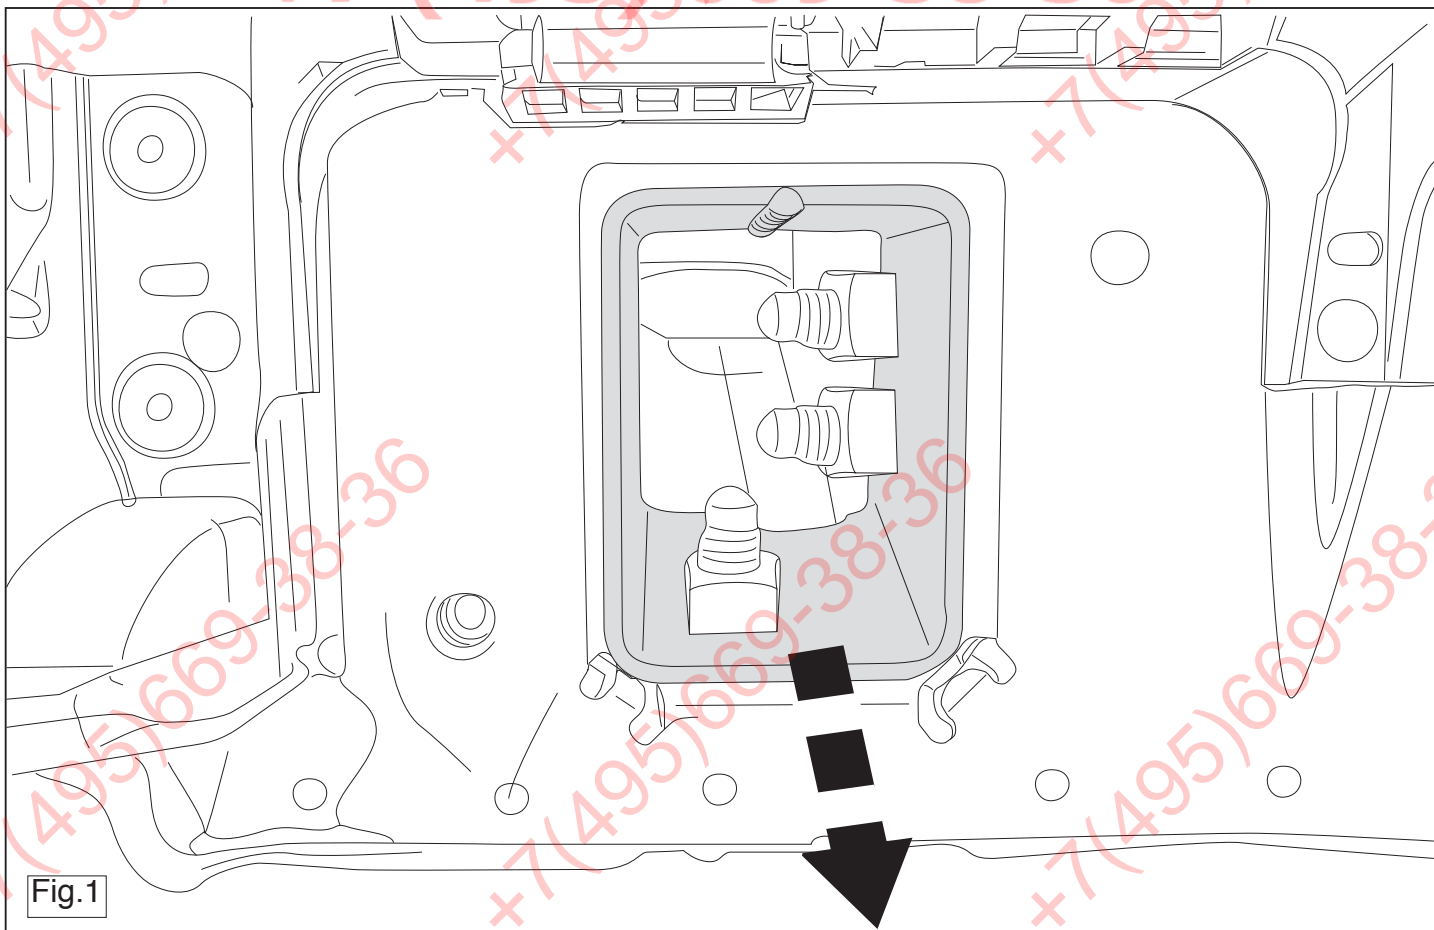

Fig.1
6. Das Verstärkungsrohr aus dem Fahrgestellträger abmontieren. (Abbildung 1)
6. Démontez le tube de renfort des poutres du châssis. (figure 1)
6. Удалить арматуру трубу из балок шасси. (на рис. 1)
6. Demonter forstærkningsrøret fra chassisvangerne. (fig. 1)